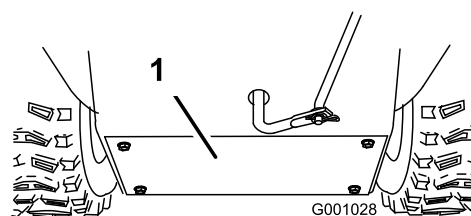

Figure 53
3. Déposez le couvercle arrière (Figure 53).